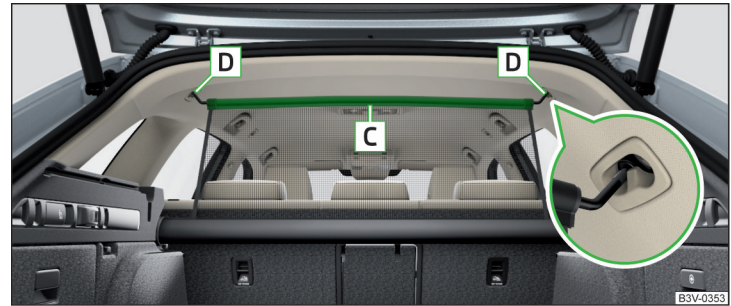

Abb. 162 Korrekt gesicherte Netztrennwand hinter den Rücksitzen im herausgezogenen Zustand
- › Die Netztrennwand an der Querstange **C** herausziehen, in eine der Aufnahmen **D** einsetzen und nach vorn drücken » Abb. 162.
- › Die Querstange erst auf der einen, dann auf der anderen Seite etwas nach hinten ziehen und aus den Aufnahmen **D** nehmen » Abb. 162.